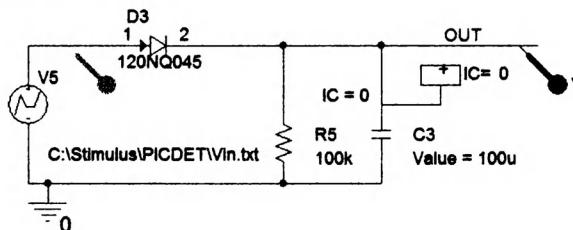

Рис. 8.18. Модель пикового детектора
1. В проекте PR-16 на новой странице создадим схему пикового детектора (рис. 8.18). Чтобы установить начальное условие (IC) на конденсаторе C3, подключаем компонент IC = 0 из библиотеки SPECIAL. Это гарантирует, что в момент  $t = 0$  напряжение на конденсаторе равно 0 В (IC = 0). Этую библиотеку также добавляем в проект.